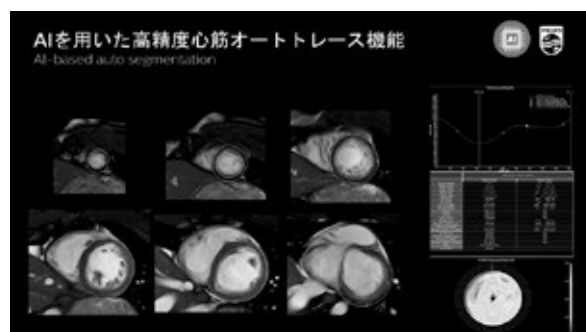

Fig.3 AIによる心筋オートトレース
トウェアとして、AI技術を搭載した心筋オートトレース機能が加わった。近年における心機能解析において、10年前以上前と比較すると左室(LV)に対するオートトレースの精度は向上してきているものの、やはり心基部(Base)や心尖部(Apex)では精度が低く、手動で各フェーズ画像に対して修正が必要であった。また右室(RV)に関しては、オートトレース機能はなく手動によりトレースされてきた。ISP v12では、左室(LV) / 右室(RV)機能解析アプリケーションが拡張され、AI技術により心筋オートトレースの精度が大幅に向上し、LVのみならずRVも可能となった。LV / RV Volume は心周期全体を通して事前に計算され ED / ES フェーズを自動検出する。これにより、これまで解析に多くの時間を要していた Ejection Fraction (EF) や Stroke Volume (SV) が短時間で算出できるようになった。さらにこの解析はオペレーターの負担軽減を目的として解析ソフトウェアを立ち上げる必要なく、バックグラウンドでアルゴリズムを実行することも可能であり、解析結果は20秒程度で心筋トレース表示が可能である (Fig.3)。この新しい AI ベースの自動セグメンテーションアルゴリズムを使用して、これまで1症例当たり15~20分かかる LV / RV 機能解析が、5分程度で完了できるようになった。